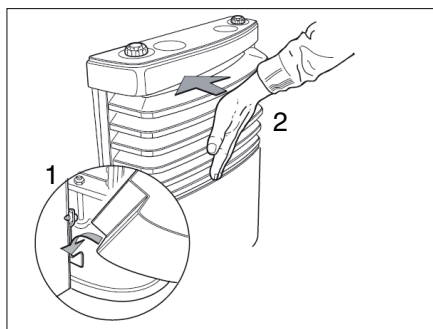

Fig. 107 Colocar el revestimiento de la calefacción
- Montar el revestimiento de la calefacción. Enganchar para esto el revestimiento en el soporte inferior (Fig. 107,1).
- Girar la tapa hacia dentro hasta oír que la palanca de bloqueo engatilla (Fig. 107,2).